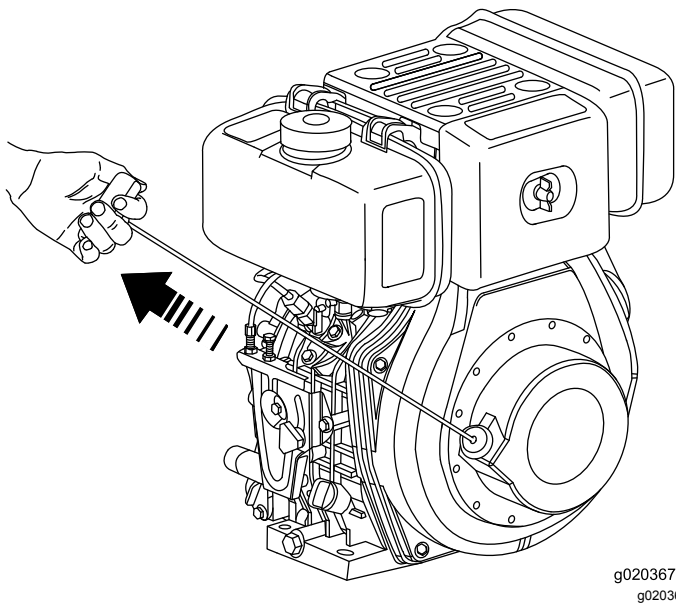

Figura 28
6. Agarre el arrancador de retroceso, tire lentamente hacia fuera hasta que note resistencia, luego tire hacia fuera del todo con un movimiento firme y uniforme (**Figura 28**).